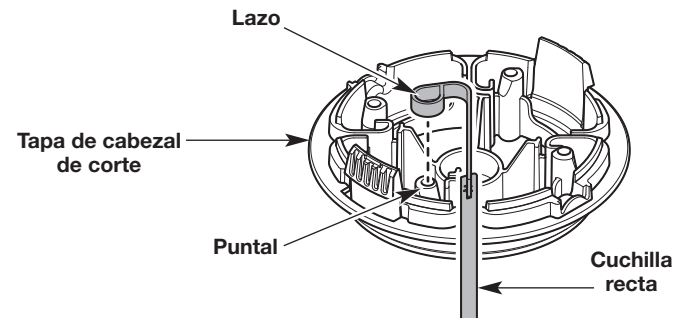

Fig. 27
5. Sostenga una de las cuchillas rectas de manera que el lazo mire hacia la izquierda. Alinee el lazo con uno de los puntales en la tapa del cabezal de corte (Fig. 27). Empuje el lazo en el puntal firmemente.